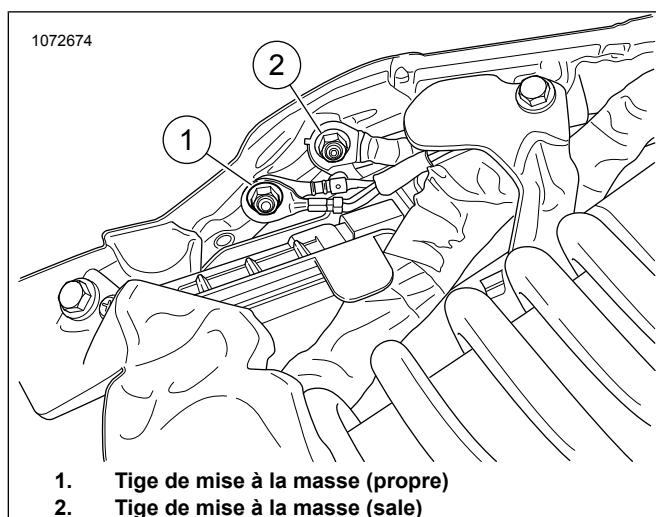

Figure 23. Masse du cadre
Consultez Figure 23 . Faites passer le fil de mise à la masse du module de réglage automatique jusqu'à la tige de mise à la masse (1) **propre** et branchez-le. Serrez à :